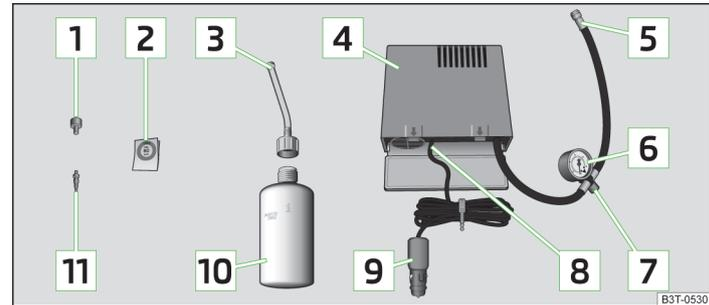

Abb. 183 Bestandteile des Pannensets
- Den Aufkleber **[2]** » Abb. 183 auf Seite 243 auf die Schalttafel im Sichtfeld des Fahrers kleben.
- Die Reifenfüllflasche **[10]** » Abb. 183 auf Seite 243 einige Male kräftig hin und her schütteln.
- Den Reifenfüllschlauch **[5]** » Abb. 183 auf Seite 243 des Luftkompressors fest auf das Reifenventil schrauben.